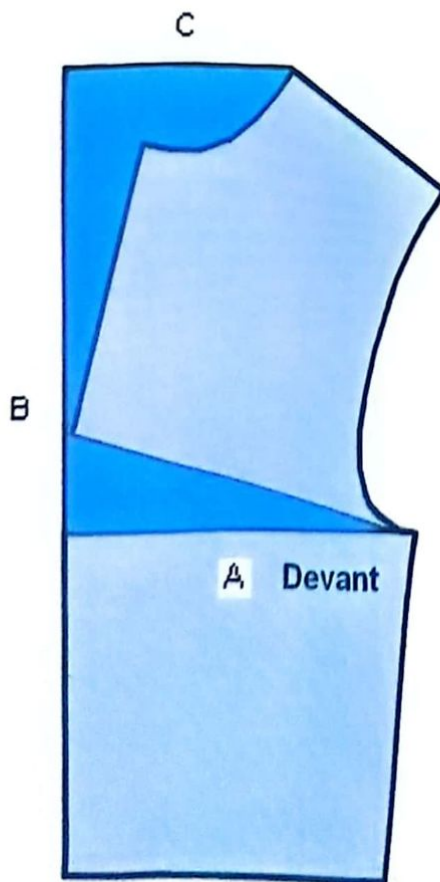

FIG. 5
- 2) Découpez la ligne de poitrine à partir de la ligne milieu devant jusqu'à 3 mm de la ligne de côté et déplacez le côté supérieur du corsage vers le haut de quelques centimètres en maintenant la ligne de côté fixe (A dans fig.5).
- 3) Prolongez la ligne milieu devant vers le haut (B dans fig.5).
- 4) Joignez l'encolure devant et la ligne milieu devant perpendiculairement (C dans fig.5).